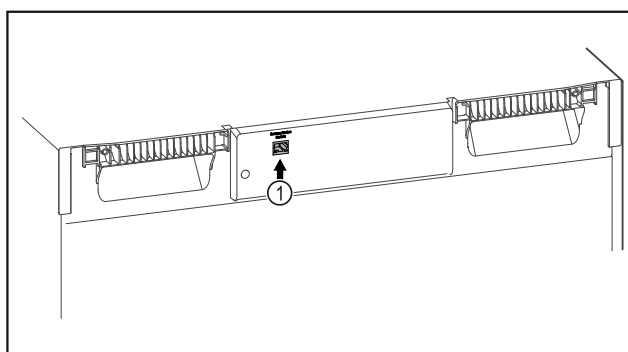

Fig. 111
- SmartModule Fig. 111 (1) ist eingesetzt.